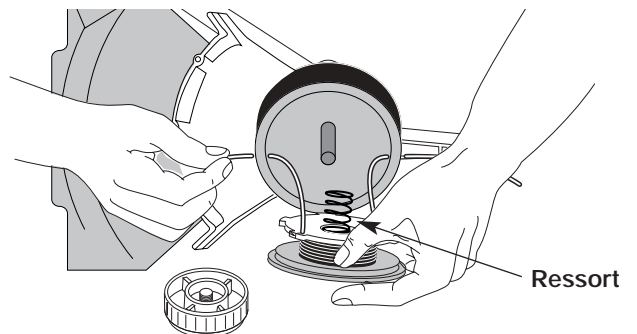

Figure 39
- Insérez les extrémités du fil dans les œillets de la bobine extérieure et placez le moulinet et le ressort dans la bobine (Fig. 39). Enfoncez le moulinet et la bobine ensemble. Tout en tenant le moulinet et la bobine, saisissez les extrémités et tirez fermement pour dégager le fil des fentes de retenue de la bobine.
5. Insérez les extrémités du fil dans les œillets de la bobine extérieure (Fig. 39).